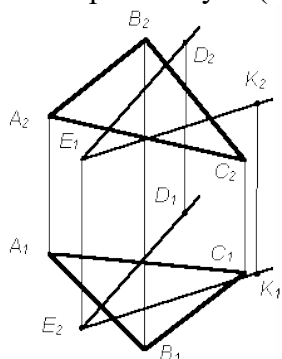

Рис.4.
4. Построить линию пересечения плоскости  $P(\Delta ABC)$  с плоскостью  $Q(DE \cap EK)$  (рис. 4).